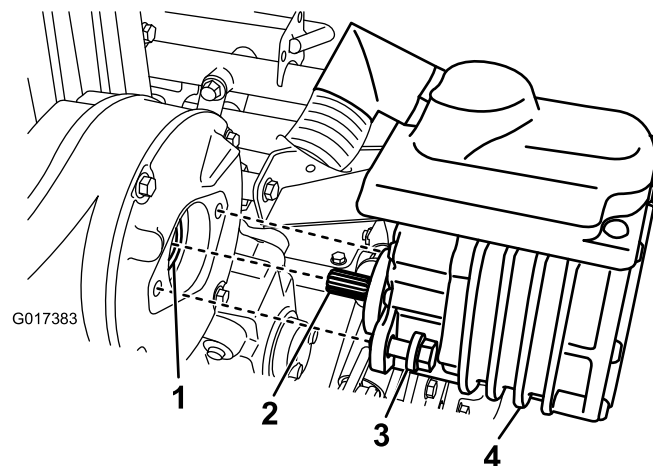

Figura 34
2. Remova os 2 parafusos que fixam a consola à estrutura da transmissão (Figura 34).
4. Adicione uma ou duas injeções de massa lubrificante a partir de uma pistola de lubrificação no acoplador fêmea da caixa de transmissão (Figura 34).